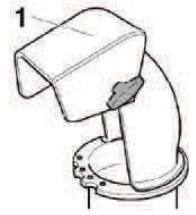

Рис. 8.
9.8 Изменение дальности выброса снега (см. рис. 8).